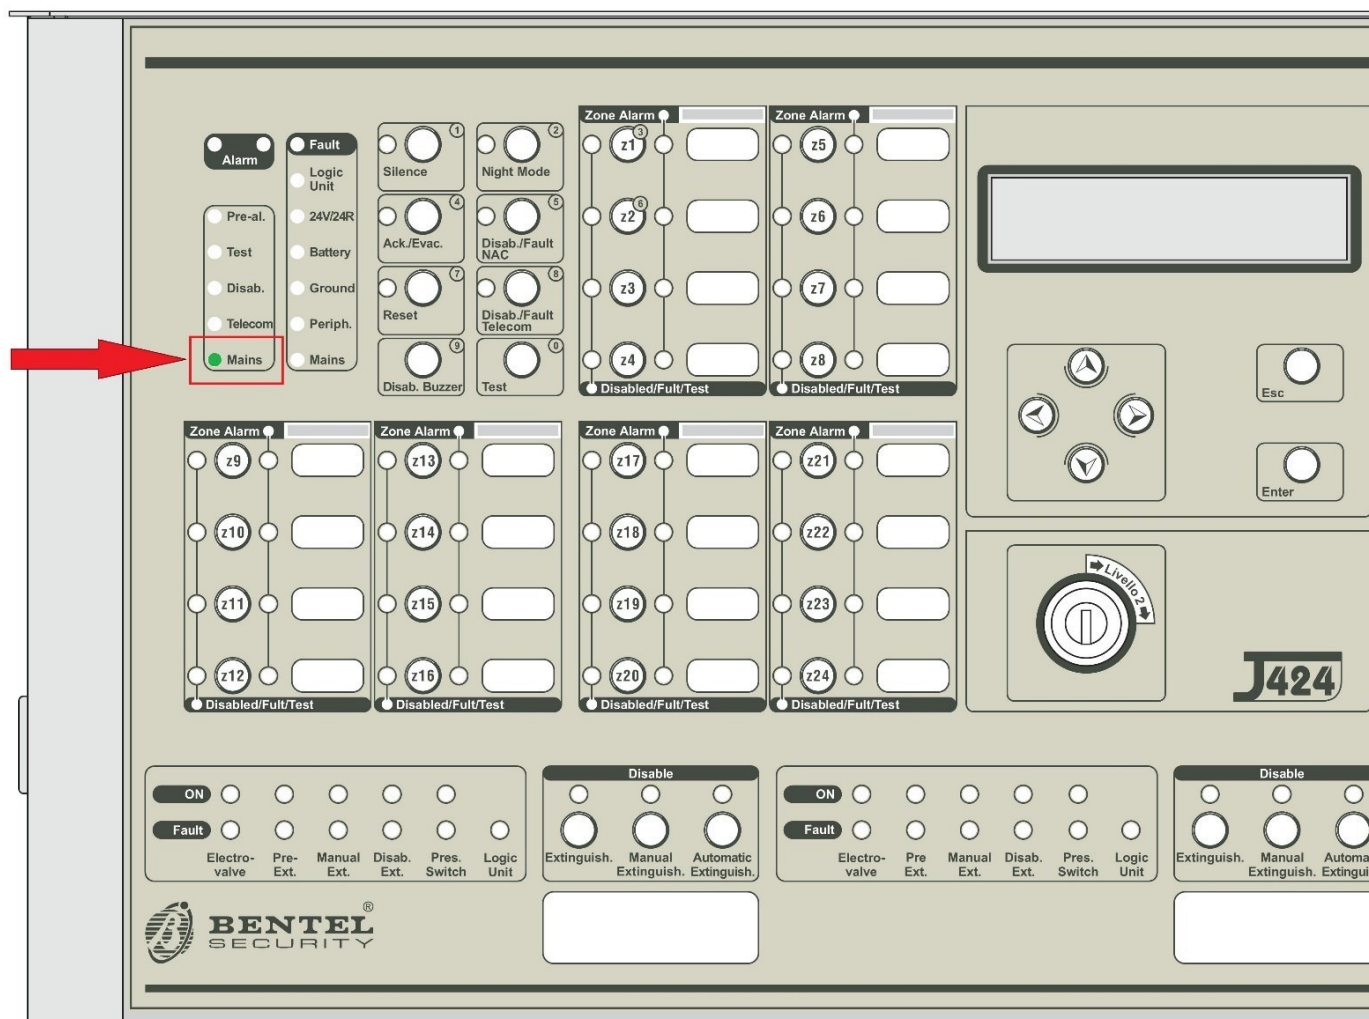

Fig. 1 – Funcționarea centralei în starea de veghe
- În condiții normale de operare, în *starea de veghe*, este aprins doar led-ul verde, *Mains (Rețea – Fig. 1)*. În *starea de veghe*, centrala verifică în permanență integritatea circuitelor, conexiunilor și componentelor conectate;